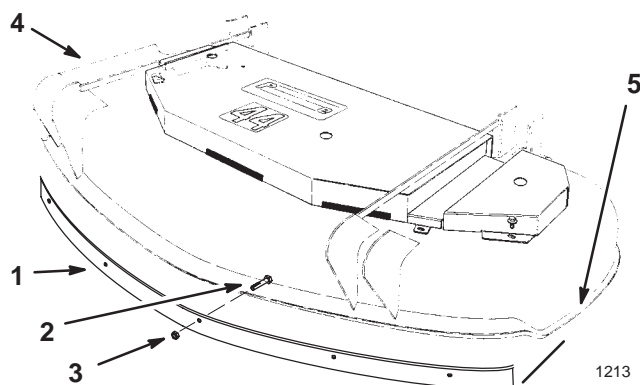

Figure 6
2. Placez le côté gauche du déflecteur à l'intérieur de la tondeuse, au même niveau que le bord gauche de la tondeuse (Fig. 6).
5. Fixez le déflecteur avant à la tondeuse avec 5 boulons (5/16 x 3/4") et 5 contre-écrous (5/16") (Fig. 6).
Remarque : Vérifiez que la tête du boulon se trouve bien à l'intérieur du plateau de coupe (voir la Figure 6).